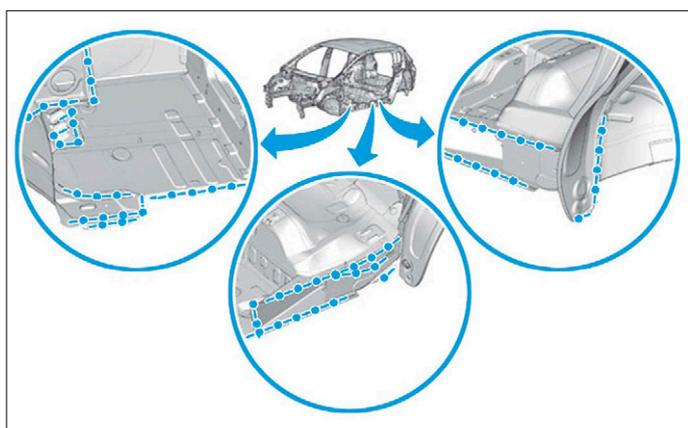
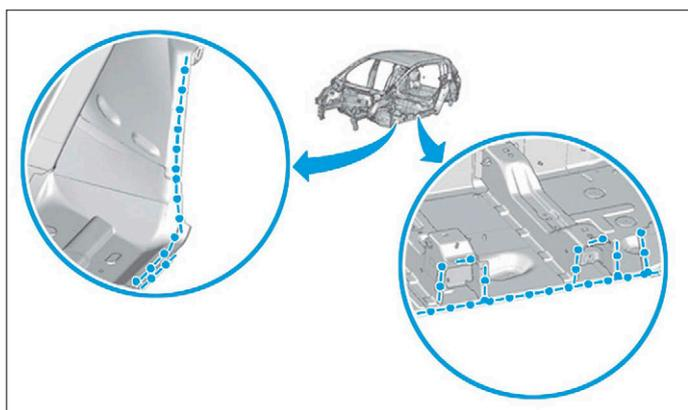
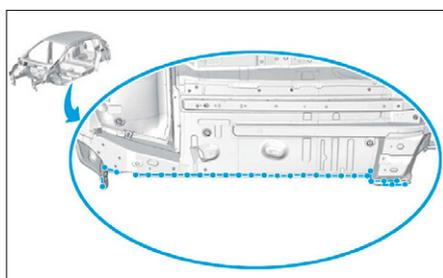

FIG. 109
FIG. 110
FIG. 111
- Préparer les zones d'accostage et les protéger par un apprêt soudable indice "C7" (Fig.109), (Fig.110) et (Fig.111).